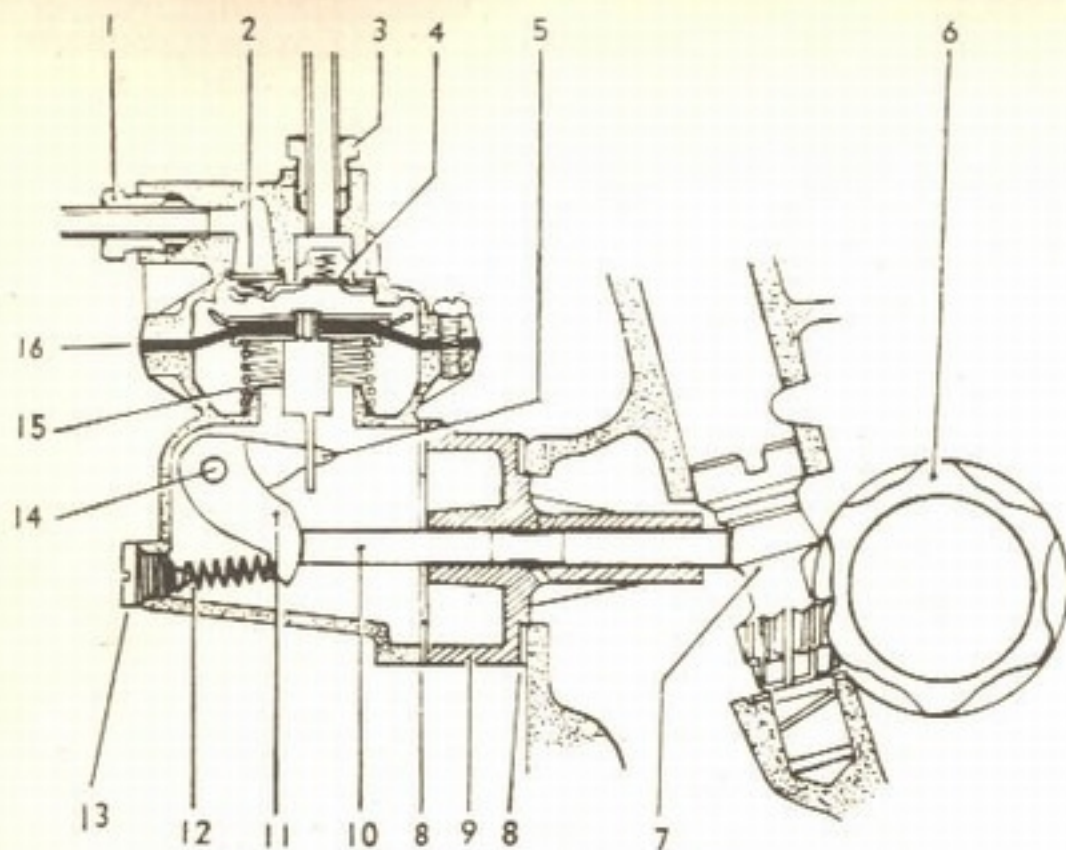

Fig. 2-E — Corte da bomba de gasolina. (Motor "1 200" — 36 HP)
**Bomba de gasolina.** — A bomba de gasolina aspira a gasolina do tanque e a envia ao carburador através de duas canalizações. É do tipo de diafragma, de acionamento mecânico e se situa na parte traseira do motor, em local bem acessível e ventilado, a fim de evitar o "engasgo" no tempo de calor, tão comum nos climas quentes. É fixa a carcaça por dois estôjos com porcas e acionada por um excêntrico da árvore de comando, como se vê nas figs. 2, 5 e 6-E. A haste de comando atua sobre o balancim e se abriga dentro de um bloco de fibra, (9, fig. 2-E) que desempenha também o papel de flange intermediário.
**Funcionamento — Motor "1 200", 36 HP, até 1966** — Como se pode deduzir pela observação da fig. 2-E, a árvore de comando, ao girar, imprime a haste de comando da bomba um movimento de vai-e-vem: quando a haste é forçada pelo excêntrico, vai a frente e empurra o